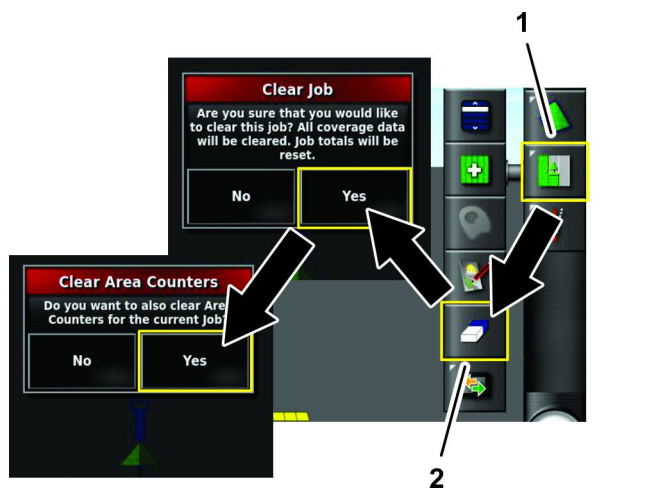

Figura 30
1. Premete l'icona Menu delle attività (Figura 30).
2. Premete l'icona Elimina dati degli incarichi (Figura 30).
3. Premete l'icona Sì nella finestra di dialogo Elimina incarichi (Figura 30).
4. Premete l'icona Sì nella finestra di dialogo Elimina contatori dell'area (Figura 30).